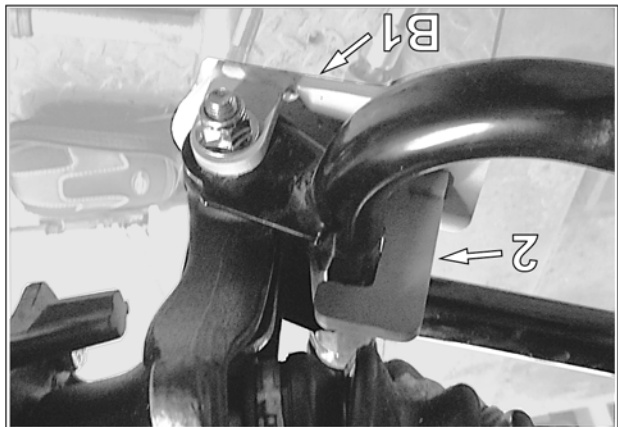

Fig. 7
6. Placer l'ancrage de suspension (B1) sous le bras de suspension. S'assurer que la partie en « C » (2) à l'arrière de l'ancrage est correctement positionnée au tube du bras de suspension inférieur. Voir Fig. 7